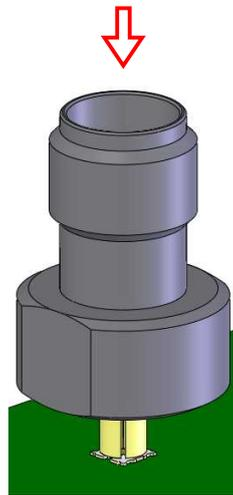

Fig. 9 ② 検査アダプタを垂直に押す
- ② Fig. 9 のように検査アダプタを垂直に押してください。